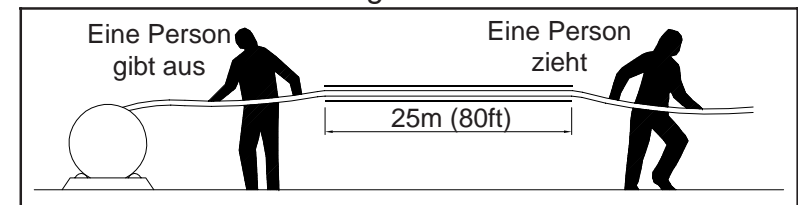

Abbildung 21
7. Beim Einziehen des Sensorkabels in Rohr muß eine Person das Kabel vorsichtig einführen, um eine Beschädigung des Mantels an scharfen Schnittkanten zu vermeiden. Die zweite Person zieht das Kabel von der anderen Seite durch das Rohr. Siehe Abbildung 21.